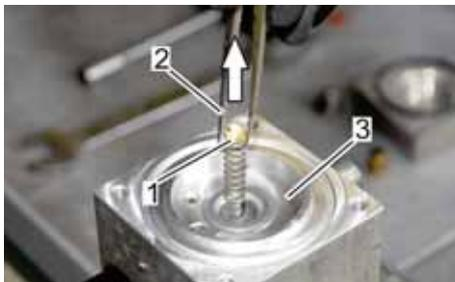

Abb. 62: Federausgleichsstück mit Druckfeder entnehmen
14. Mit einem geeigneten Werkzeug (Abb. 62/2) das Federausgleichsstück mit Druckfeder (Abb. 62/1) aus dem Gehäuse (Abb. 62/3) nehmen.